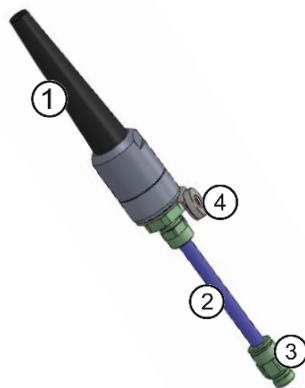

Рис. 1
Подсоедините к пневмотрубке (2) сопло (1) и штуцер (3), Рис.1.